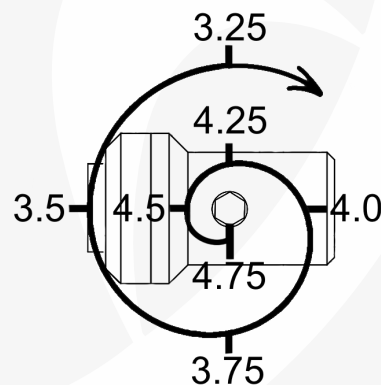

Fig 3: Valeurs approximatives de la course par tour de la vis de contact
- Continuez à ajuster par incréments de **1/4 de tour** pour atteindre des valeurs inférieures, telles que **3,5 mm** ou **3,25 mm**, selon vos besoins. (Fig. 3)